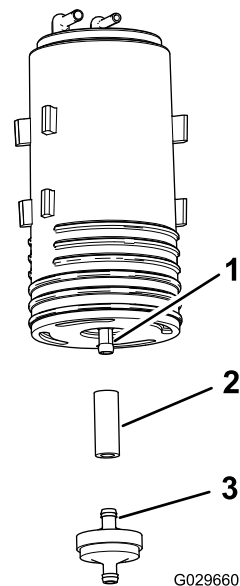

図 51
4. 外したカーボンキャニスタの下側のフィッティングからフィルタと短いホースを取り外す 図 51。
5. 新しいカーボンキャニスタの下側フィッティングに、ホースを接続する 図 51。
6. ホースに、新しいカーボンキャニスタのフィッティングを取り付ける 図 51。